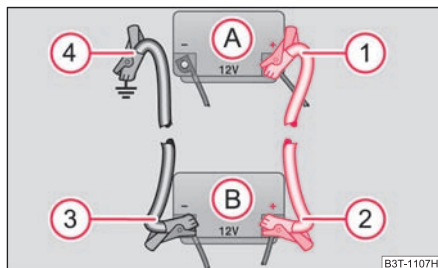

Fig. 222 Démarrage à l'aide de la batterie d'un autre véhicule : A - Batterie déchargée, B - Batterie fournissant le courant
- Fixez une extrémité ① au pôle positif ⇒ fig. 222 de la batterie déchargée ①.
- Fixez l'autre extrémité ② au pôle positif de la batterie fournissant le courant ②.